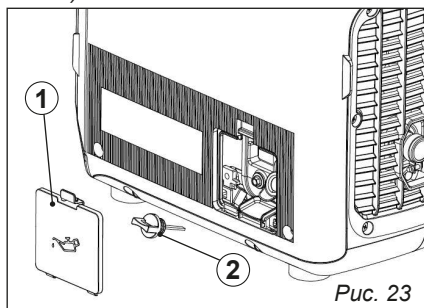

Рис. 23
2. Снимите крышку маслозаливной горловины (рис. 23, поз. 1).
3. Открутите пробку горловины для заливки масла в картер (рис. 23, поз. 2).